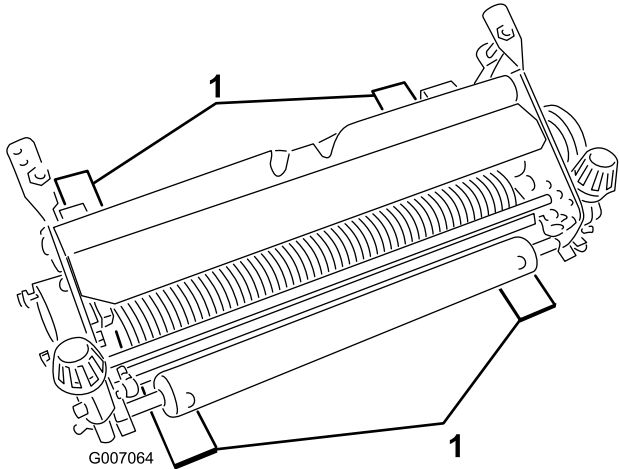

Рисунок 4
- Поместите 4 измерительные планки, установленные на необходимую глубину проникновения ножей, под передний и задний валики блока-скарификатора (Рисунок 4).